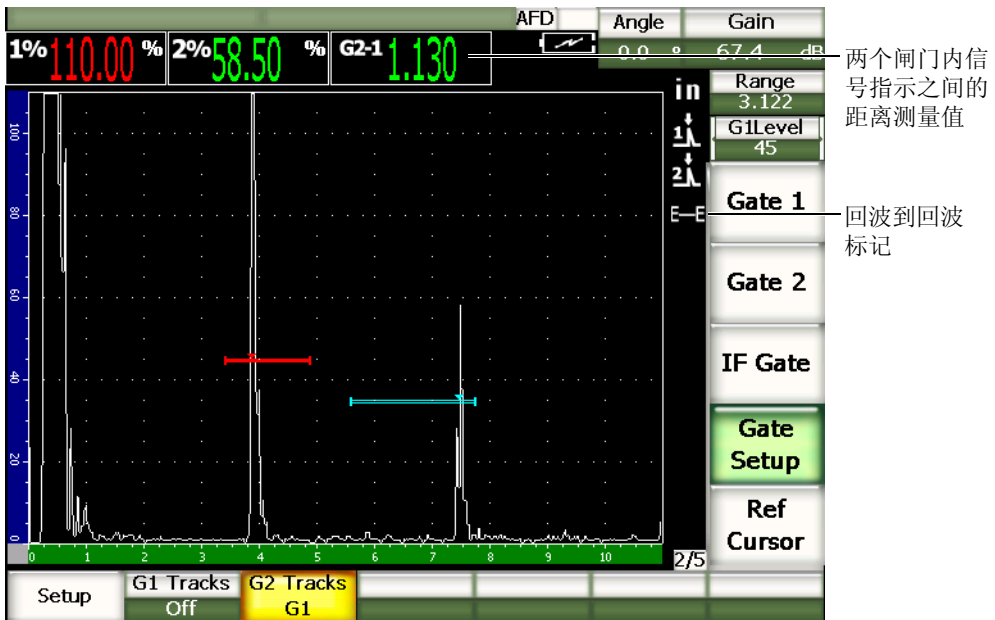

图 6-6 回波到回波测量示例
2. 如第 107 页的图 6-6 所示, 将闸门 1 定位在需要检测的第一个回波上, 然后将闸门 2 定位在需要检测的第二个回波上。